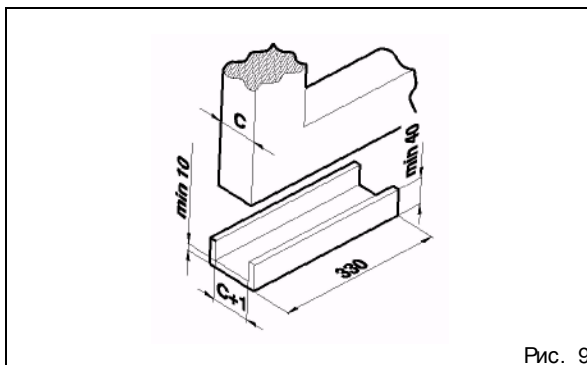

Рис. 9
- Размеры П-образного профиля должны соответствовать рис. 9.